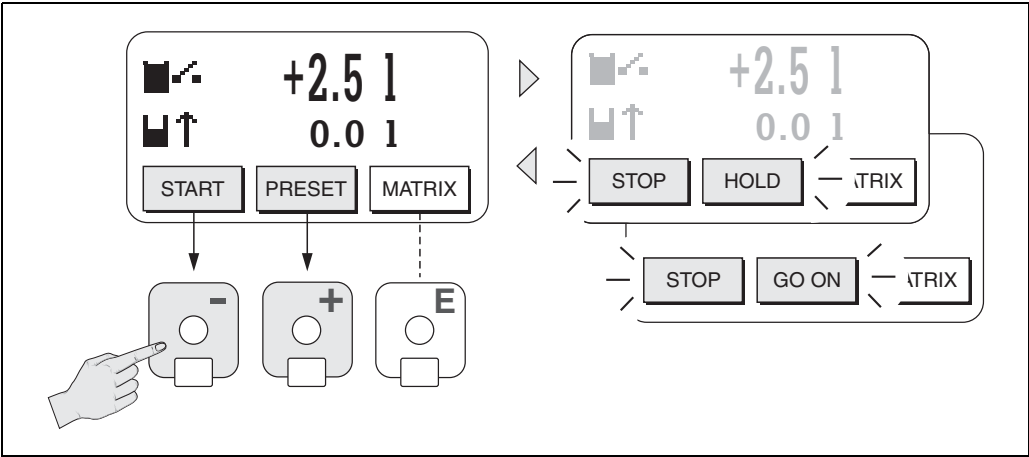

Fig. 26: Controlando os processos do lote usando o display local (teclas)
As seguintes “teclas” aparecem na base da linha do display local → Fig. 26:
- 3. Depois que sair do menu PRESET, você começar o processo de batelada apertando “START (-)”. Aparecerão no display novas teclas (STOP / HOLD ou GO ON). Você poderá usá-las para, a qualquer momento, interromper, continuar ou parar o processo dos lotes. → Fig. 26